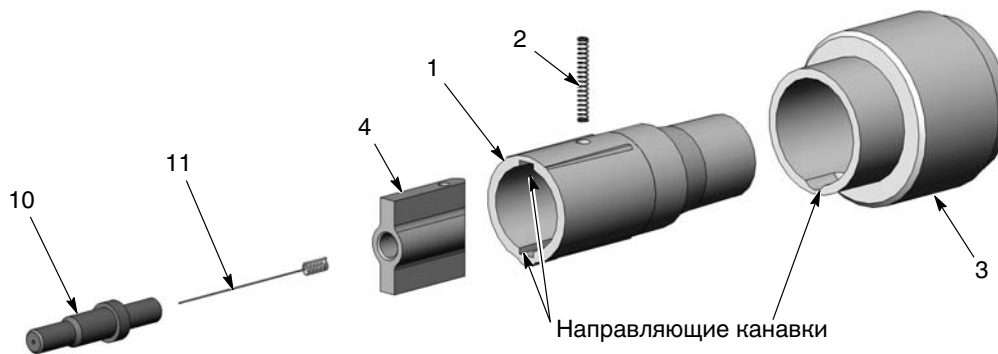

Рис. 17 Замена втулки опоры электрода
- Опора электрода состоит из деталей 1–4, показанных на рис. 17.
- Узел опоры (3) включает резистор. В случае выхода из строя резистора необходимо заменить весь узел.